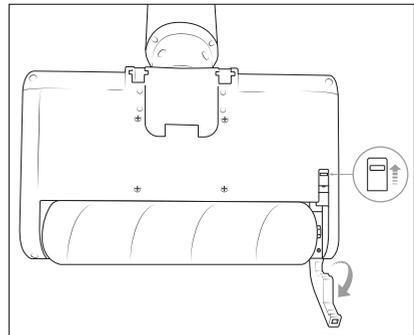

Fig. 12
- 2) Con il dito, spingere in avanti il dispositivo di sblocco del lato inferiore della testa di lavaggio **7**. Poi abbassare il supporto laterale del rullo a spazzola **12** (vedere fig. 12).